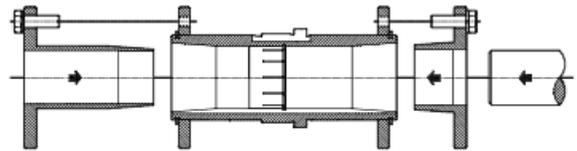

Figura 6 – Conjunto de buje para ejes cortos y cubo de salida
2. El buje largo está diseñado para instalarse en el lateral del reductor opuesto al equipo accionado, tal y como se muestra en la Figura 6. Cuando se instala correctamente, el buje largo está diseñado para alojar el extremo del eje del cliente que no atraviese el reductor. Normalmente el reductor se montaría de forma que el eje primario se extienda desde el lateral del reductor opuesto al equipo accionado; sin embargo, el diseño del reductor permite su instalación en la dirección contraria.
3. Instale la cuña del buje cónico en el orificio hueco del reductor, desde el mismo lateral en que se instalará el buje largo. Al instalar la cuña del buje cónico en el cubo del reductor, instale primero el extremo con brida, de forma que el cono fino mire hacia fuera, hacia el buje largo, tal y como muestra la Figura 6. La cuña quedará debidamente instalada cuando encaje en el cubo del reductor.